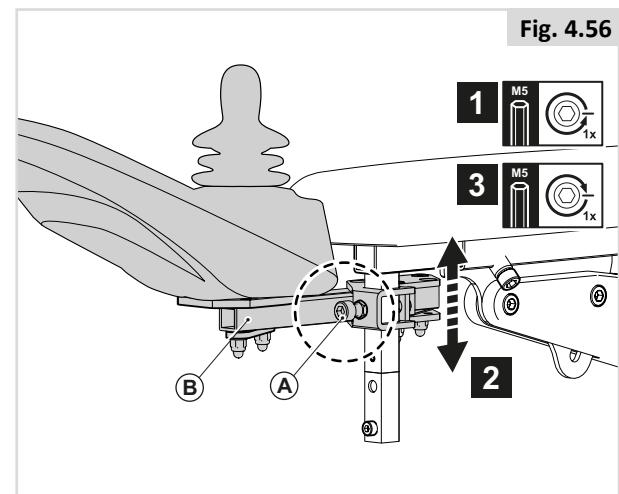

Fig. 4.56
1. Løsn (A) ved at dreje én omgang.
2. Justér (B) til den ønskede position.
3. Spænd (A).
Højde på betjeningsenhed (1) (Fig. 4.56)